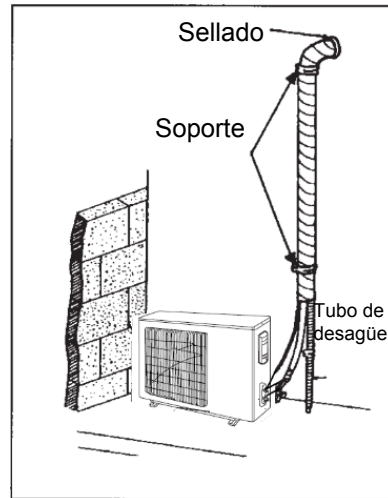

Fig. 15:
- (1). Si la unidad exterior está instalada más abajo que la unidad interior (consulte la Fig. 15).